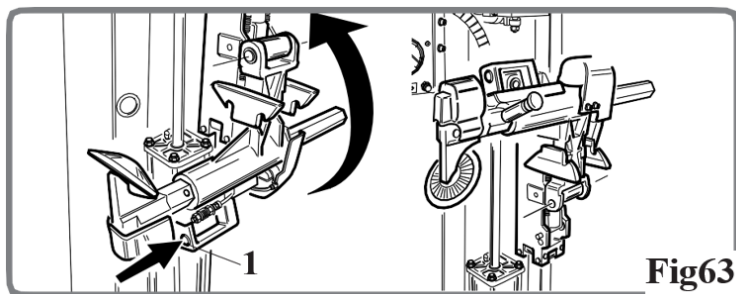

Fig63
Vipning af dækktrykker-enheden (Fig63)
- Tryk på knap (1, Fig63) og flyt dækktrykker-enheden til den øverste arbejdsposition.